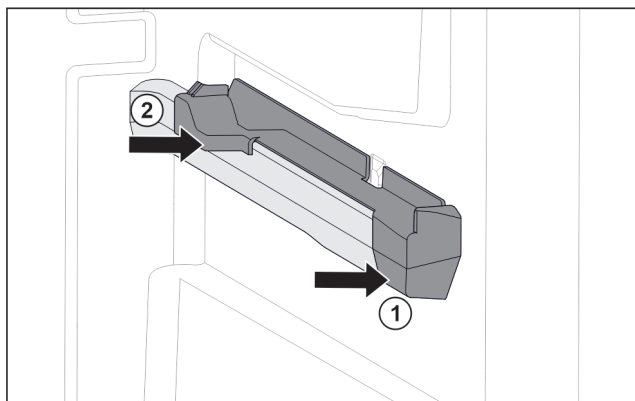

Fig. 59 右侧容器肋梁上的插装件
- ▶ 将插装件前部放到容器肋梁上。Fig. 59 (1)
- ▶ 压紧插装件后部。Fig. 59 (2)